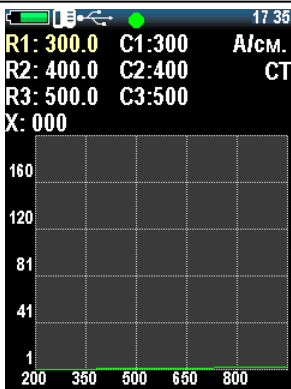

Рисунок 2.18 – Таблица калибровки
4. После нажатия клавиши «Ввода» появляется таблица (рис. 2.18). Прибор, делая измерения, получает номинальные коды, цель калибровки – это найти корреляционную зависимость между номиналом кода и значением коэрцитивной силы (построение функции зависимости).